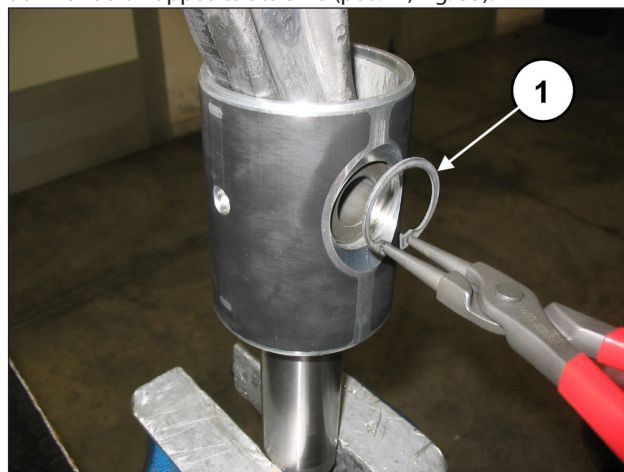

Fig. 35
Rimuovere i due anelli seeger di bloccaggio spinotto utilizzando un apposito attrezzo (pos. ①, Fig. 35).
Applicare i due seeger di spallamento con l'apposito attrezzo (pos. ①, Fig. 35).